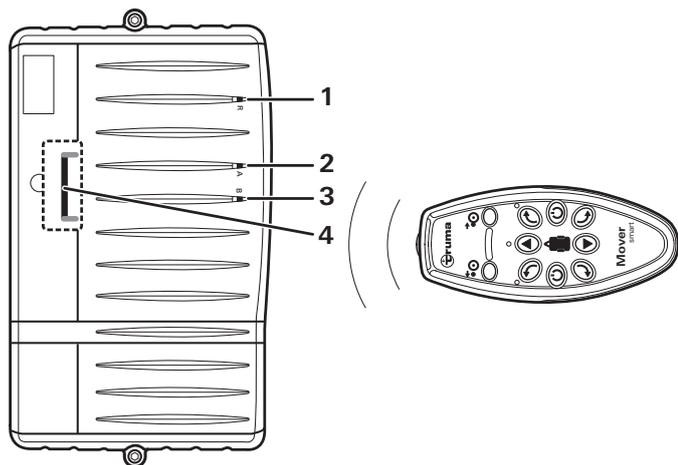

Bild 12
- Resettaste (Bild 12 - 1) auf der Steuerung mit einem dünnen Gegenstand betätigen.
**i** Hierzu befindet sich ein herausbrechbarer Stift unter dem Deckel der Steuerung (Bild 12 - 4). Den Stift anschließend an einem geeigneten Ort aufbewahren.
Die grüne (Bild 12 - 2) und rote LED (Bild 12 - 3) auf der Steuerung blinken jetzt abwechselnd.